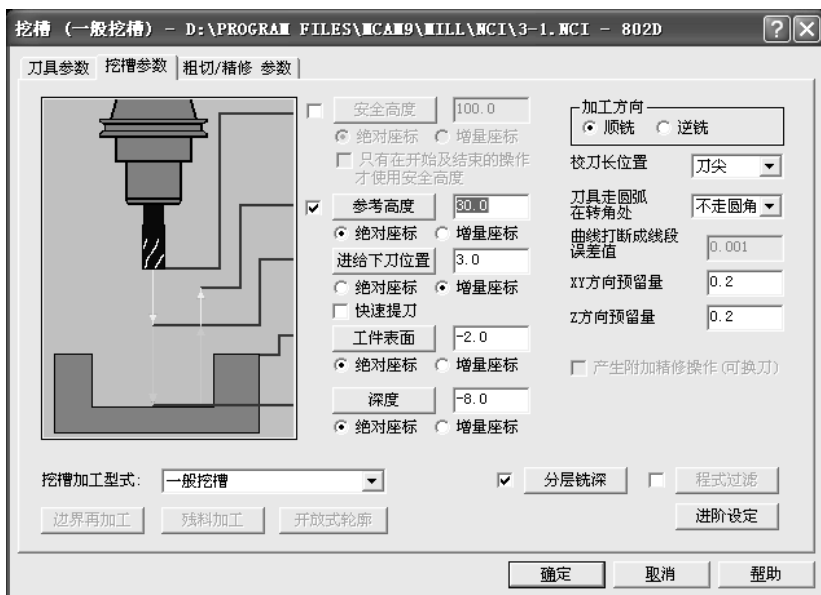

图 3-24 挖槽参数
9) 继续用直径为 5mm 的平刀“挖槽”，图形选择图 3-20 中所示，挖槽参数如图 3-24